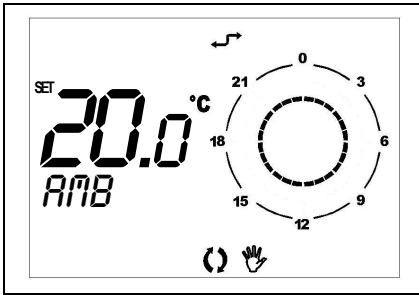

Figura 15
- Funzionamento **AUTOMATICO FORZATO**: segnalato dalla compresenza dell'icona automatico e dall'icona manuale (vedi Figura 15).